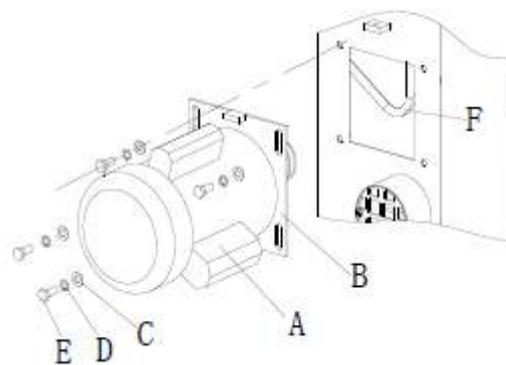

Рис. 5
Сначала двигатель (А) крепится к фланцу двигателя (В) болтами с шестигранной головкой (Е), пружинных шайб (D) и плоских шайб (С), затем они крепятся на раме с помощью болтов с шестигранной головкой, пружинных и плоских шайб. Затем натянуть клиновый ремень с помощью веса двигателя, затем затянуть болты, см. рис. 5.